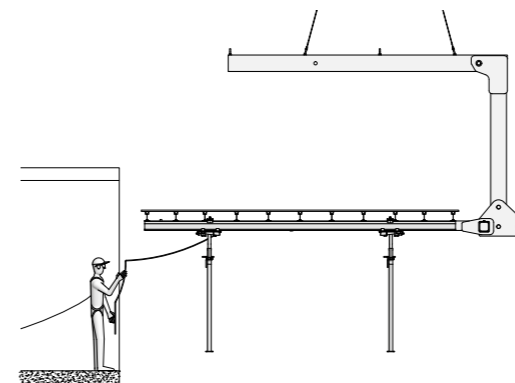
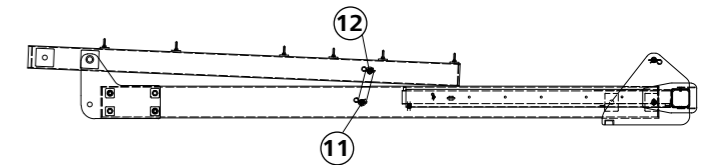

Abb. 2
Abb. 3 Lieferzustand
- Ⓑ, Ⓒ, Ⓓ, Ⓔ oder Ⓕ Auswahl des Anschlagpunktes entsprechend dem Schwerpunkt des Gesamtsystems (Abb. 3).
- ① Ausleger
- ② Sicherungsbolzen
- ③ Prüfplakette (Rückseite)
- ④ Typenschild (Rückseite)
- ⑤ Stiel
- ⑥ Zylinderkopfschraube
- ⑦ Anschlag
- ⑧ Gabelverlängerung
- ⑨ Gabel
- ⑩ Bolzen mit Federstecker
Die Versetztraverse 600/540 ist ein Hebezeug für Deckentische aller Art. Damit können Sie Tische bis 15 kN umsetzen. Die Verstellbereiche der Gabeln liegen stufenlos in der Breite zwischen 1,20 m und 2,10 m, in der Länge von 3,00 m bis 5,25 m. Die Versetztraverse 600/540 dient zum Umsetzen von Deckentischen, in der Größe 250/400 und 250/500. Sie ist insbesondere für das Entfernen von Deckentischen aus z.B. Geschossen vorgesehen, bei denen die Verwendung des Vierstranggehänges nicht möglich ist. Dabei wird sie am Kran angeschlagen und benötigt keine Zubehörteile (Abb. 2 und Abb. 3).